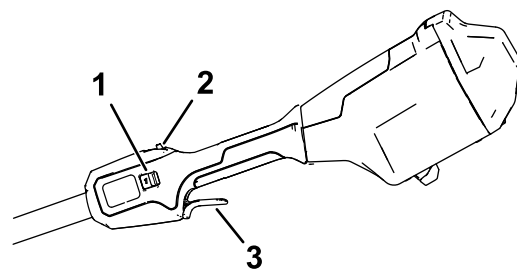

図 9
5. マシンを始動するには、トリガーロックを押してから、実行トリガーを押します 図 9。